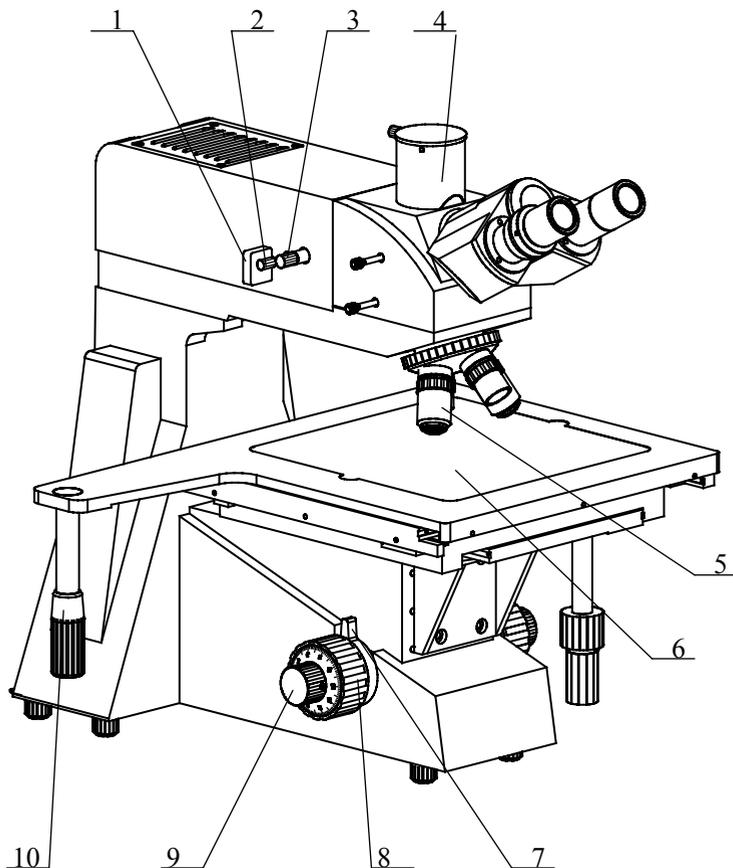
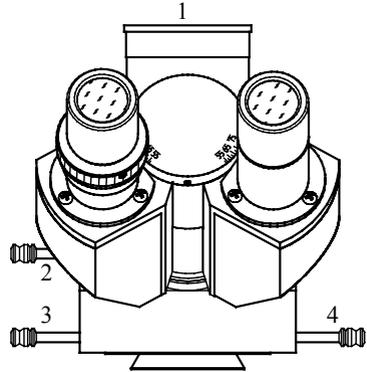

图 1
图 9
- 7) 检偏振片推杆连接整个检偏振座。推动绿色的推杆(图9)，仪器处于偏光观察工作状态。推动起偏振器到工作位置，然后旋转起片振器调节手柄(图1)，通过目镜观察明暗变化，可达到正交状态。